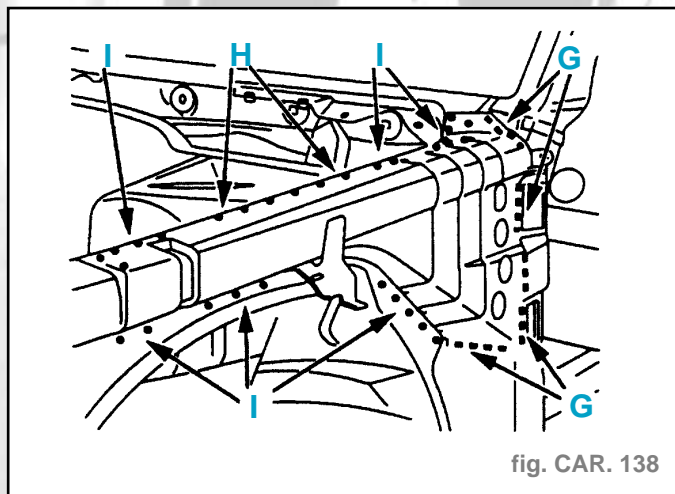

fig. CAR. 138
- Poser le renfort avant côté d'habitacle (fig. CAR. 138).
- Souder par cordon au MIG (G).
- Souder par points bouchons au MIG (H).
- Souder par points électriques (I).